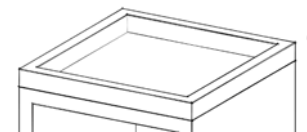

Fig.2
2. Livellare accuratamente il piano ottenuto e costruire un **cordolo in mattoni** alto 10 cm e spesso 10 cm (Fig.2)